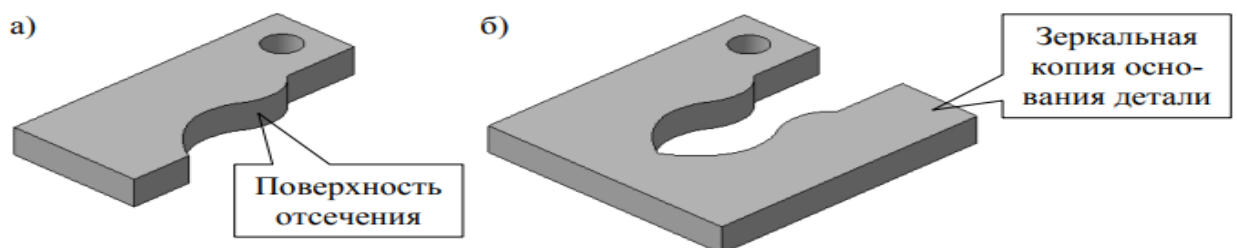

Рис. 12
89. Каким образом в системе КОМПАС-3D должна быть построена поверхность отсечения трехмерной модели детали (см. рис. 12, а), чтобы, в результате использования операции Зеркальный массив, стало возможным создание копии основания этой детали относительно плоской грани поверхности отсечения (см. рис. 12, б)?